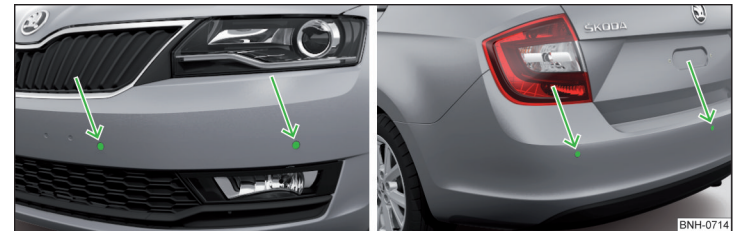

Abb. 192 **Verbautort der Sensoren auf der linken Fahrzeugseite: vorn/hinten**
- Die Systemsensoren » Abb. 192 auf Seite 175 sauber, schnee- sowie eisfrei halten und mit keinerlei Gegenständen abdecken, anderenfalls kann die Systemfunktion eingeschränkt sein.
Das System berechnet mithilfe von Ultraschallwellen den Abstand zwischen dem Stoßfänger und einem Hindernis. Die Ultraschallsensoren befinden sich je nach Fahrzeugausstattung im hinteren bzw. auch im vorderen Stoßfänger » Abb. 192.